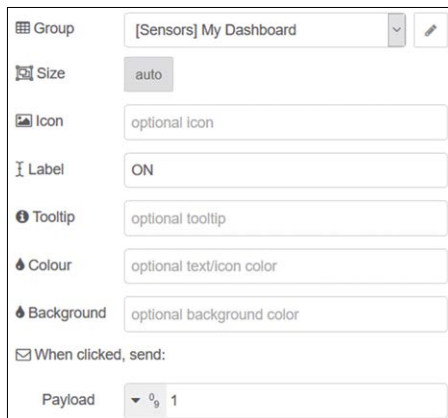

Figure 8.23 Configuration du nœud de bouton
- Créer un **bouton** node et définir son **Étiquette** à **Sur**, et le **Charge utile** à 1 pour que la sortie du nœud devienne 1 lorsque vous cliquez sur le tableau de bord. Configurez ce nœud comme indiqué dans la figure 8.23, cliquez **Terminé**